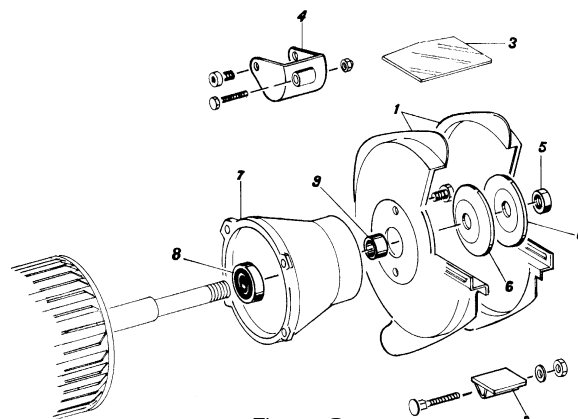

Figure 2
2. Démontez le pare-étincelles (4 fig.2) et le support d'outils (2 fig.2).
3. Démontez le carter extérieur de meule (1 fig.2) en dévissant les vis.
4. Dévisser l'écrou (5 fig.2) avec une clé plate ainsi qu'une clé six pans.
5. Insérer la clé six pans à l'extrémité de l'arbre et la clé plate sur l'écrou (5 fig.2).
7. Démontez le flasque extérieur du carter de meule (6 fig.2).
11. Revisser et bloquer fermement, mais sans exagération, l'écrou de serrage (5 fig.2). En effet, celui-ci tend à se bloquer par sa propre inertie.
12. Remonter le carter extérieur de meule (1 fig.2).